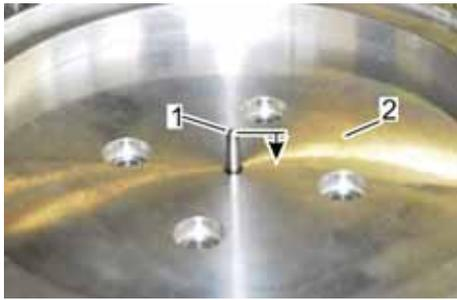

Abb. 117: Ventilkegelweg testen
13. Bei aufgelegtem Messwerkflansch (Abb. 117/2) den Ventilkegel (Abb. 117/1) eindrücken.